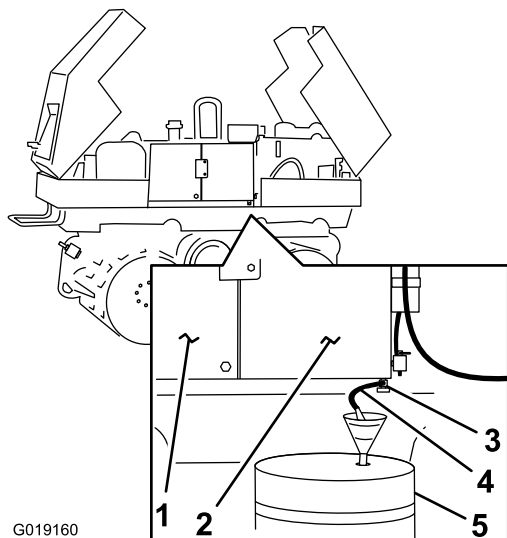

Figure 66
4. Placez un bidon de récupération de 11,5 litres (3 gallons américains) sous le robinet de vidange dans le coin inférieur droit du réservoir de carburant (Figure 66).
5. Poussez un flexible résistant aux carburants de 6 mm (1/4 po) de diamètre intérieur sur le raccord du robinet de vidange (Figure 66).
6. Placez l'extrémité du flexible dans le bidon de récupération de carburant usagé (Figure 66).
8. Refermez le robinet de vidange et débranchez le flexible que vous avez raccordé au robinet à l'opération 5 (Figure 66).